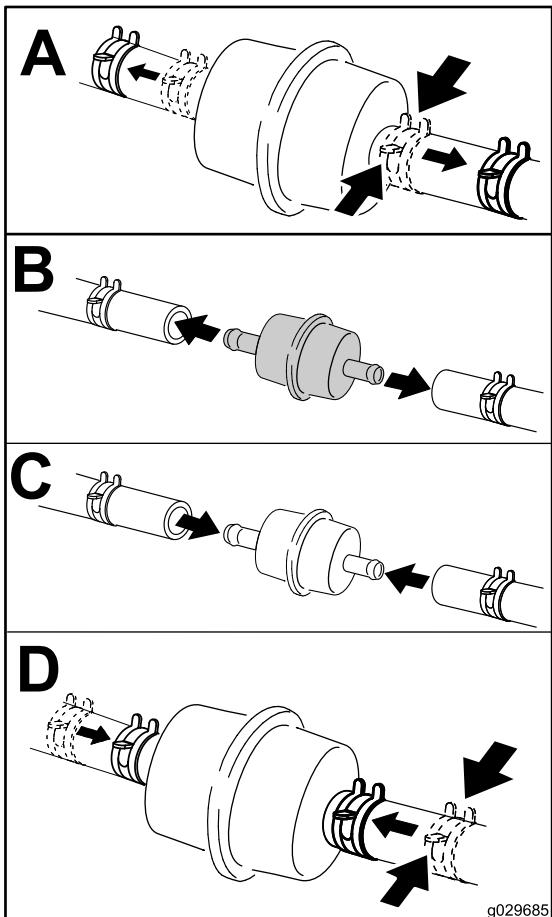

Figure 38
3. Remplacez le filtre à carburant en ligne (Figure 38).